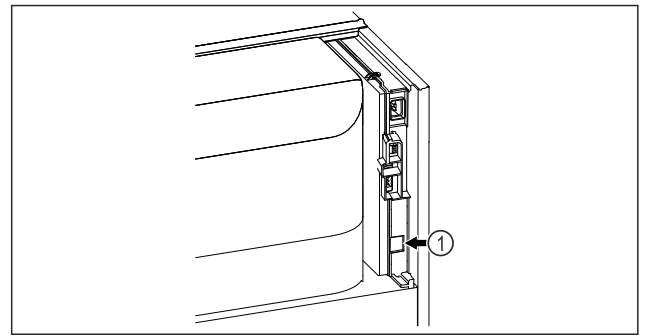

Fig. 139
- SmartModule Fig. 139 (1) är insatt.